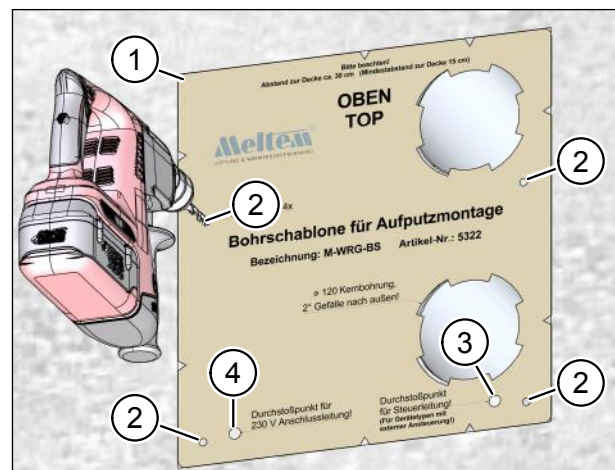

Abb. 12: Bohrungen für Dübel und Markierungen für Anschlusskabel
- ▶ Setzen Sie die Bohrschablone (Pos. 1 in Abb. 12) passgenau auf die beiden Kernlochbohrungen auf.
- ▶ Markieren Sie die vier Bohrungen (Pos. 2 in Abb. 12) für die Dübel zum Befestigen des Lüftungsgerätes an der Innenwand.
- ▶ Markieren Sie die Position des Kabeldurchlasses für das Netzkabel (Pos. 4 in Abb. 12) im Lüftungsgerät an der Innenwand. Die Markierung kennzeichnet das Ende der noch zu fräsenden Mauernut für das Netzkabel.
- ▶ Markieren Sie ggf. die Position des Kabeldurchlasses für das Steuerkabel (Pos. 3 in Abb. 12) an der Innenwand (nur bei Lüftungsgeräten mit Steuerkabelanschluss, siehe Tab. 4 in Abschnitt 10.8 auf Seite 22). Die Markierung kennzeichnet das Ende der noch zu fräsenden Mauernut für das Steuerkabel.